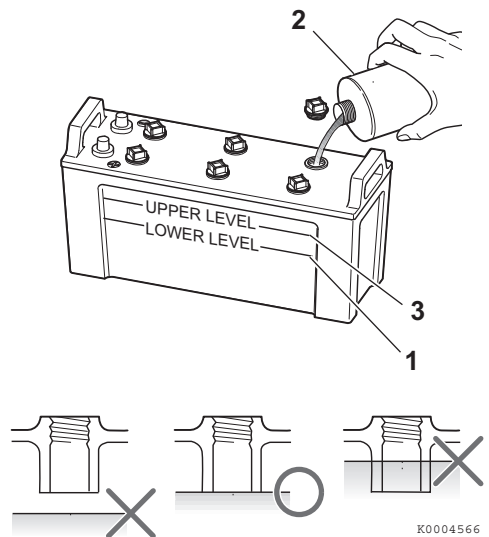

Figura 9
4. Se o nível está abaixo do mínimo, encha o nível (**Figura 9, (1)**), encha-o com água destilada (**Figura 9, (2)**) (disponível em lojas) até o limite superior (**Figura 9, (3)**) da bateria.